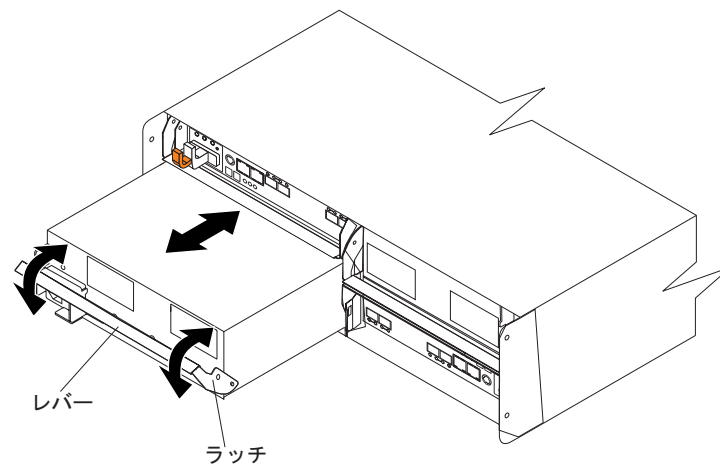

図 83. 電源機構およびファン・ユニットの交換
AC 電源機構およびファン・ユニットを交換するには、以下の手順を使用します。167 ページの図 83 に、ユニットの取り外しと挿入を示します。
11. ゆっくりとレバーをシャーシから引き離し、167 ページの図 83 に示すように電源機構およびファン・ユニットを取り外します。